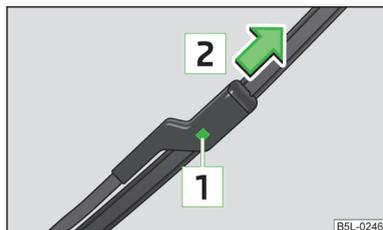

Fig. 51
- › Presione el seguro [A] » fig. 51 y desmonte la escobilla en el sentido de la flecha [2].